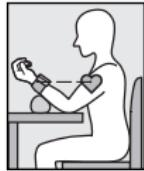

Рис.5
3. Расположите манжету на уровне сердца, положив руку на футляр или сложенное полотенце (рис.5).